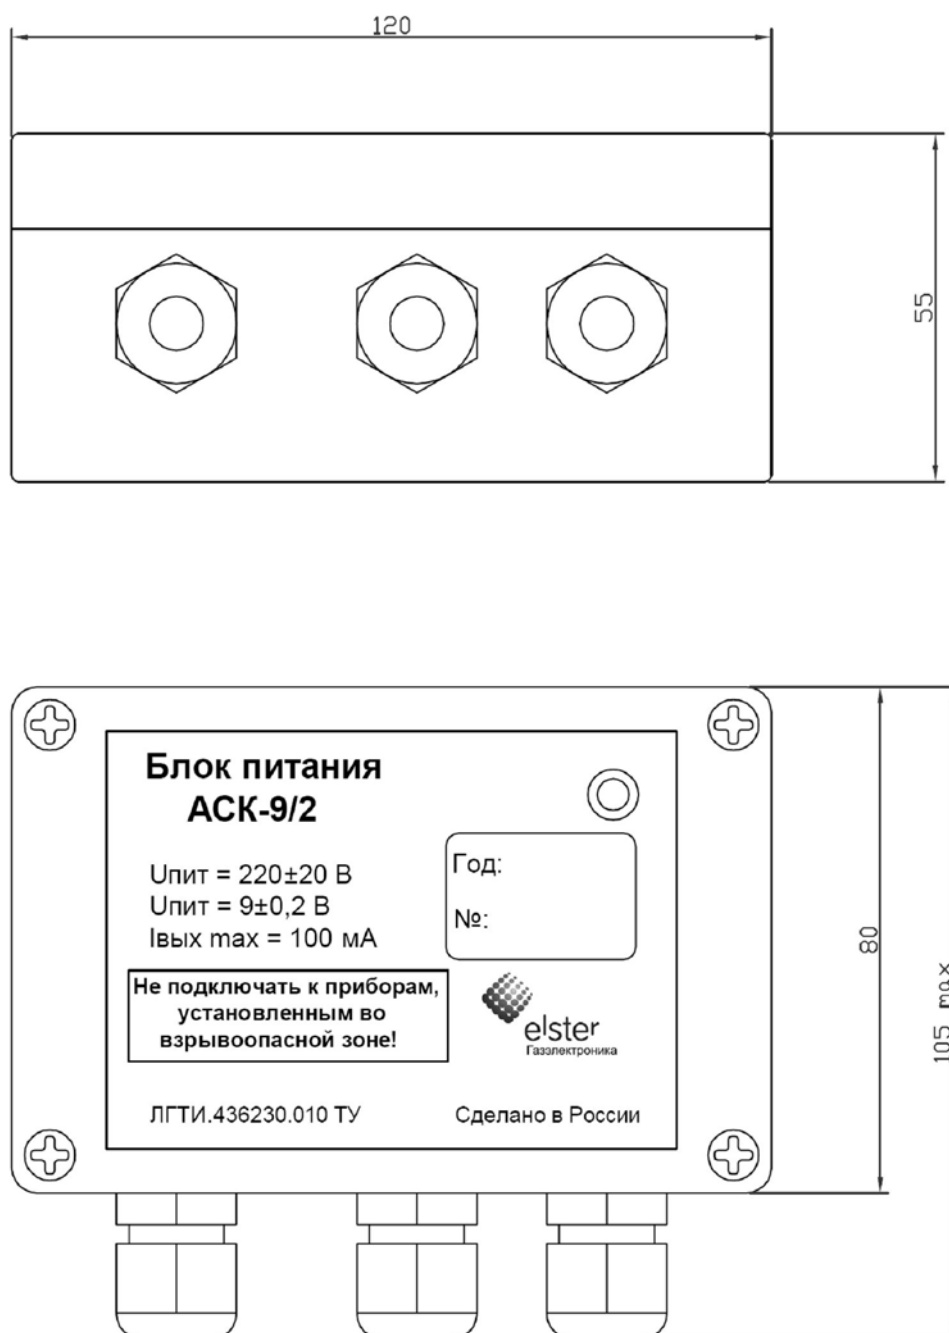

Рис.1
2.3 Внешний вид прибора показан на Рис. 1.